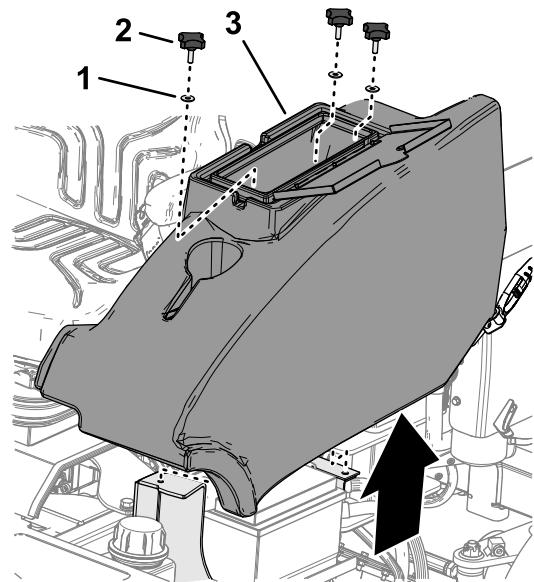

Figura 48
2. Retire los 3 pomos y las 3 arandelas que sujetan el compartimento de almacenamiento a la máquina, y retire el compartimento (Figura 48).
1. A la izquierda de la plataforma del operador, abra la puerta del compartimento de almacenamiento (Figura 48).